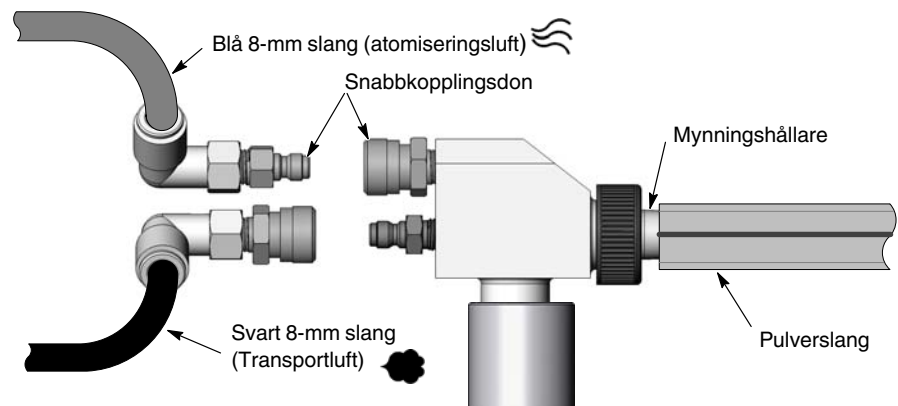

Bild 3-9 Pumpanslutningar
1. Se bild 3-9. Anslut den blå 8-mm slangen för atomiseringsluft och den svarta 8-mm slangen för transportluft till pumpens anslutningar så som visas.